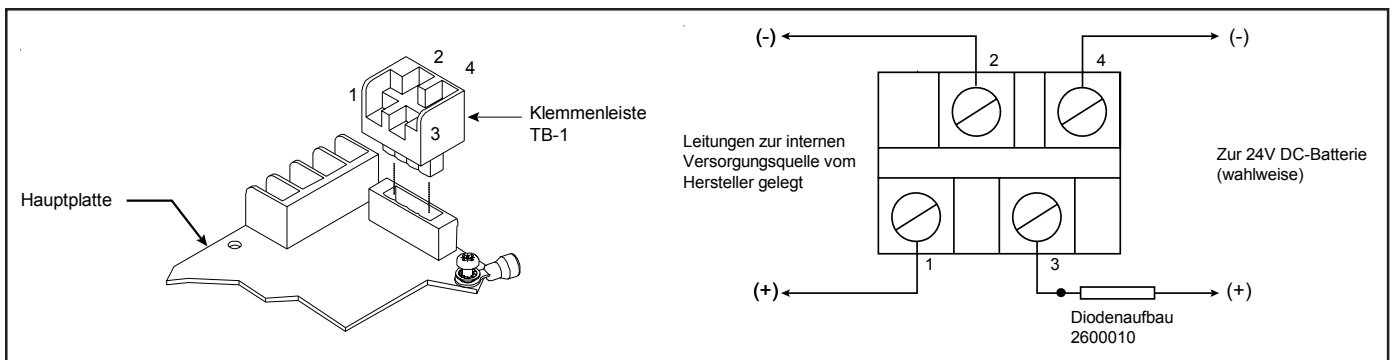

Abb. 4. Leitungen zu den Klemmenleisten des Ton-Generators
- d. Wahlweise: Sie können eine externe 24V DC-Batterie (im Lieferumfang nicht einbegriffen) über einen separaten Diodenaufbau 2600010 (wird mitgeliefert) in Serie schalten, indem Sie eine Verbindung zu den Klemmen 3 und 4 von TB1 auf der Hauptplatte legen. Halten Sie sich dabei an die Anweisungen in Abb. 4 sowie die Markierungen auf dem Diodenaufbau.
HINWEIS: Die Klemmenleiste TB1 kann von der Hauptplatte abgesteckt werden, um die Leitungen laut Abb. 4 besser legen zu können.